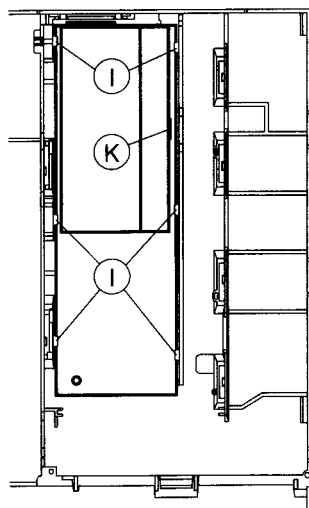

Fig. 9
- Rastnasen (I) ausrasten und Netzteilbaustein herausnehmen (Fig. 9).
Sollen Bauteile im nicht netzgetrennten Teil des Netzteils ausgetauscht werden, müssen Sie den Abschirmdeckel entfernen. Dazu Rasthaken (K) lösen und Abschirmdeckel abnehmen (Fig. 9).
- Release the locking catches (I) and take out the Power Supply Board (Fig. 9).
For replacement of components in the non-isolated circuits of the Power Supply Unit remove the shielding cover. For this loosen the locking catch (K) and take off the cover (Fig. 9).